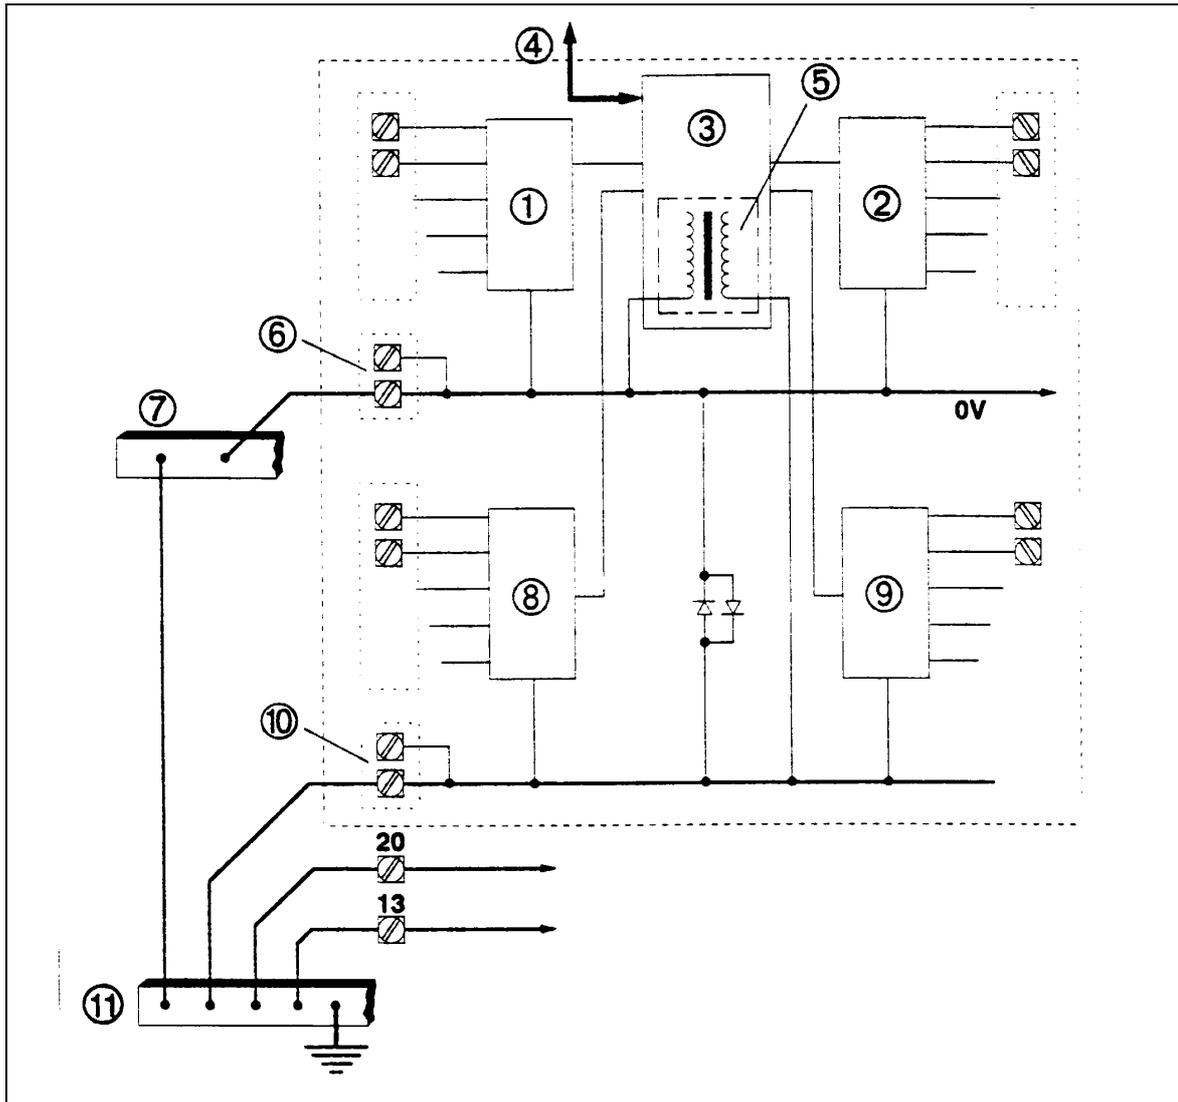

Bild 2-8 E/A-Null-Volt-Anschlüsse
Bild 2-8 gibt vereinfacht die Null-Volt- und Netzanschlüsse mit zugeordneten Schraubklemmen für Ein-/Ausgangssignale wieder. Die Klemmenanzahl und -belegung der nicht isolierten Analogeingänge ⑧ und der Analogausgänge ⑨ variieren ebenfalls. Verbinden Sie die digitalen Erdanschlüsse ⑩ mit einer externen Null-Volt-Bezugsleitung ⑪, welche an eine störungsfreie Systemerde anzuschließen ist.